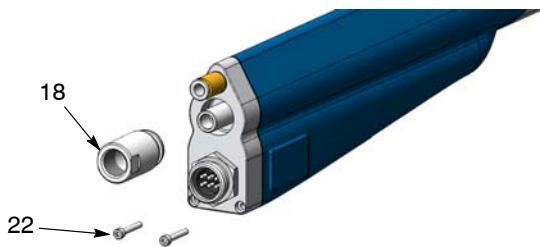
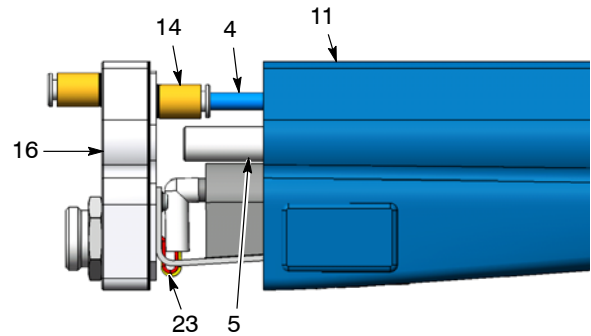

Figura 36 Extracción de tornillos del dissipador de calor y la contratuerca
Figura 37 Extracción del dissipador de calor del alojamiento
5. Ver figura 36. Retirar los dos tornillos (22) con una llave hexagonal macho de 2,5 mm y a continuación desenroscar la contratuerca (18) del tubo de polvo.
6. Ver figura 37. Extraer el dissipador de calor (16) del alojamiento (11) y desconectar el tubo de aire (4) del conector (14).
8. Ver la figura 37. Conectar el tubo de aire (4) al conector interno (14).
9. Volver a presionar el dissipador de calor (16) contra el alojamiento mientras guía el tubo de polvo (5) a través del dissipador de calor. Asegurarse de que los cables (23) no se queden atrapados entre el alojamiento y el dissipador de calor.
10. Ver la figura 36. Roscar la contratuerca (18) en el tubo de polvo y apretarla bien. No apretar demasiado ya que se podrían dañar las roscas de plástico en el tubo de polvo.
11. Instalar los dos tornillos hexagonales (22) en el dissipador de calor y apretarlos bien.